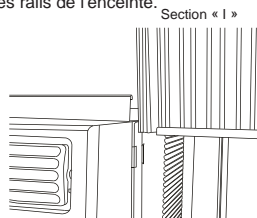

Fig.2
B. Glissez directement la section « I » de l'extrémité libre du panneau dans l'enceinte, comme démontré à la fig. 2. Glissez le panneau vers le bas.. Assurez-vous avoir l'espace suffisant pour glisser le dessus et le bas du cadre sur les rails de l'enceinte.